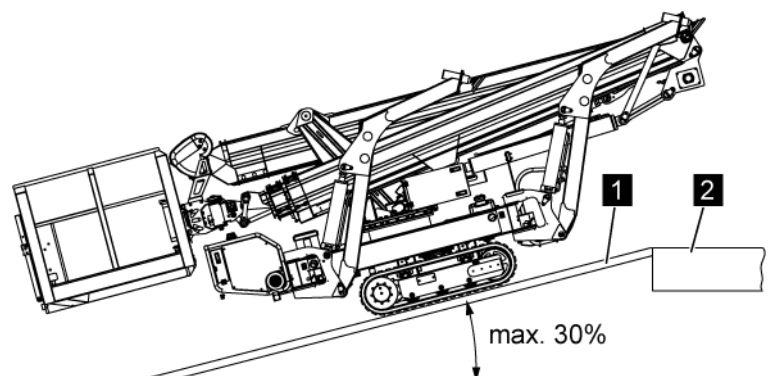

Abb. 38: Transport auf einem Anhänger
1. Die Hubarbeitsbühne vorwärts auf die Rampen (Abb. 38/1) fahren.
2. Beim Beginn des Kippens auf die Verladefläche (Abb. 38/2) die Fahrgeschwindigkeit drosseln.
Wenn die Hubarbeitsbühne mit den Ketten vollständig auf der Verladefläche (Abb. 38/2) aufgesetzt hat, kann die Fahrgeschwindigkeit wieder erhöht werden.